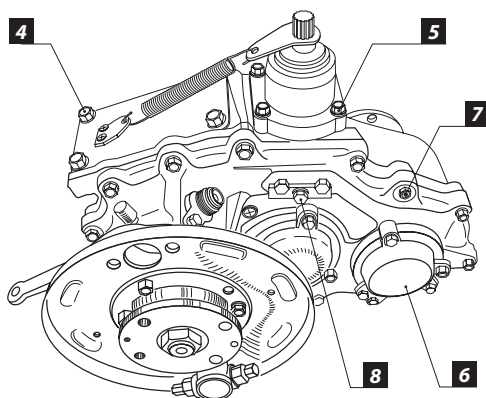

Рис. 3
5. Открутите 4 болта крепления крышки люка [4] (Рис. 3).
6. Снимите механизм переключения, открутив 4 болта [5] (Рис. 3).
7. Открутив по 3 болта М8, снимите крышки подшипников [6] (Рис. 3), стопорные кольца подшипников также необходимо снять.
8. Открутите болты крепления по контуру крышки картера [7] (Рис. 3) и разъедините корпус картера и крышку.
9. Открутите болт крепления пластины штоков переключения [8] (Рис. 3).